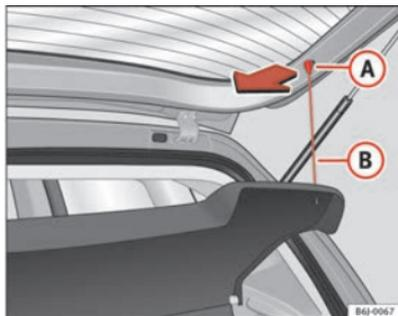

Fig. 85 Plage arrière
- Décrocher les tirants ⇒ fig. 85 (B) de leurs logements (A)